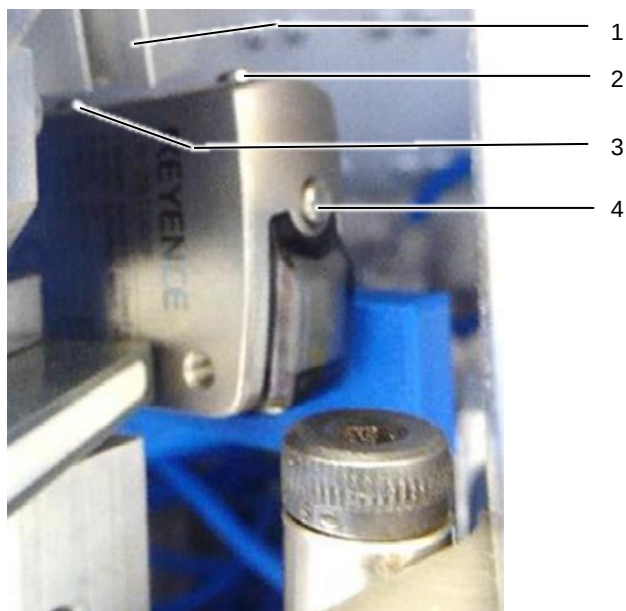

Fig. 16: Lysport
- Skyv hylseskillekniven (fig. 16, pos. 1) oppover.
- Åpne lysporten ved å holde reguleringsknappene (fig. 16, pos. 2 og 3) nede samtidig i 3 sekunder.
- Hold reguleringsknappen på høyre side (fig. 16, pos. 4) nede i 3 sekunder til «SET» blinker på displayet.
- Still inn verdien «20» (for fininnstilling kan følsomheten for reguleringsknappene (fig. 16, pos. 2 og 3) stilles inn på mellom -99 og 999).
- Lås lysporten ved å holde reguleringsknappene (fig. 16, pos. 2 og 3) nede samtidig i 3 sekunder. «LOC» vises på displayet.